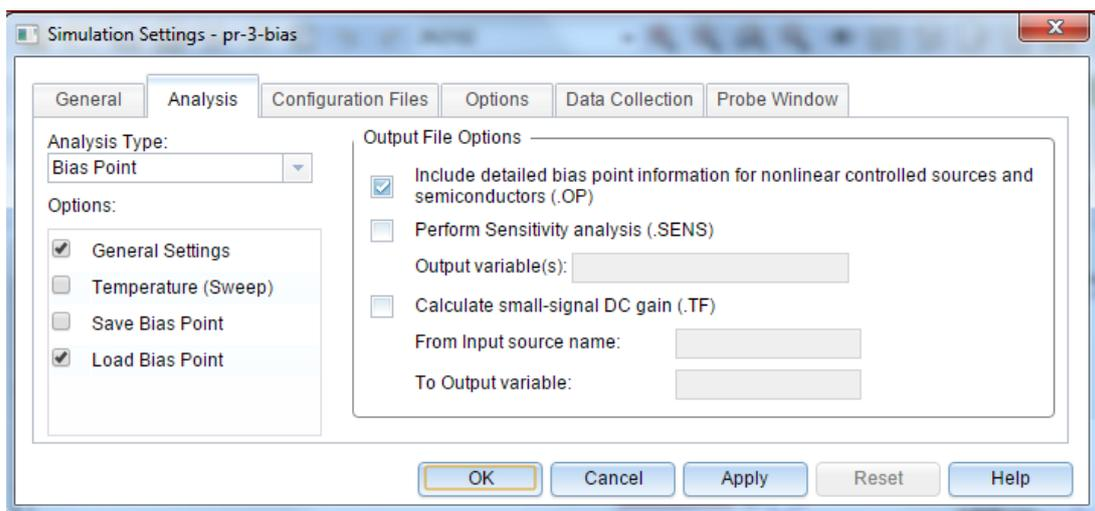

Рис. 2.44. Установка режима загрузки смещения
2. Перед запуском другого моделирования перейдите на вкладку Analysis>Bias Point и в диалоговое окно Options выберите Load Bias Point (рис. 2.44).